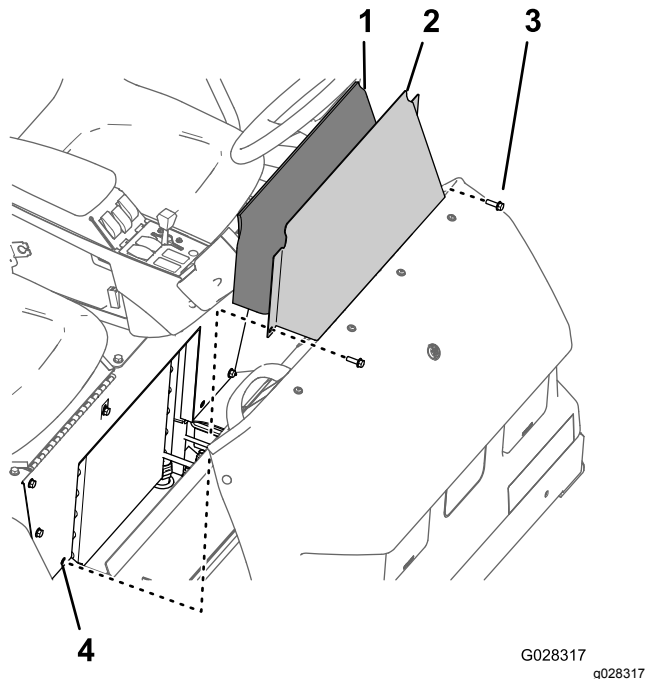

Рисунок 43
1. Выверните 2 болта с фланцевыми головками, которые крепят крышку доступа к основанию сиденья (Рисунок 43).
2. Снимите крышку доступа к основанию сиденья и звукоизолирующую панель с машины (Рисунок 43).
1. Совместите звукоизолирующую панель с отверстием в основании сиденья, предназначенном для крышки доступа к основанию сиденья (Рисунок 43).
2. Совместите отверстия в крышке доступа к основанию сиденья с отверстиями в основании сиденья (Рисунок 43).
3. Присоедините крышку доступа к основанию сиденья с помощью 2 болтов с фланцевыми головками (Рисунок 43), снятых на этапе 1 раздела Снятие панели доступа к основанию сиденья (страница 49).